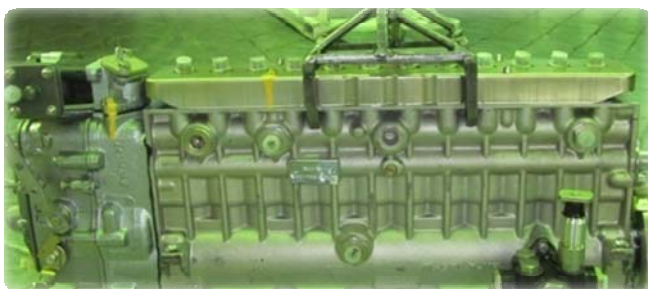

Рис. 6.39
1. С помощью кран-балки зацепить ТНВД подвеской, установить на двигатель (рис. 6.39). Метка на маховике ТНВД с риской на корпусе должна быть вверху и должна быть совмещена с меткой на фланце ведущей полумуфты задней;